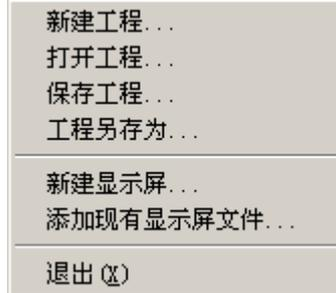

图 3-3
1、**文件菜单**：如图 3-3 包含新建工程、打开工程、保存工程、工程另存为、新建显示屏、添加现有显示屏文件、退出。